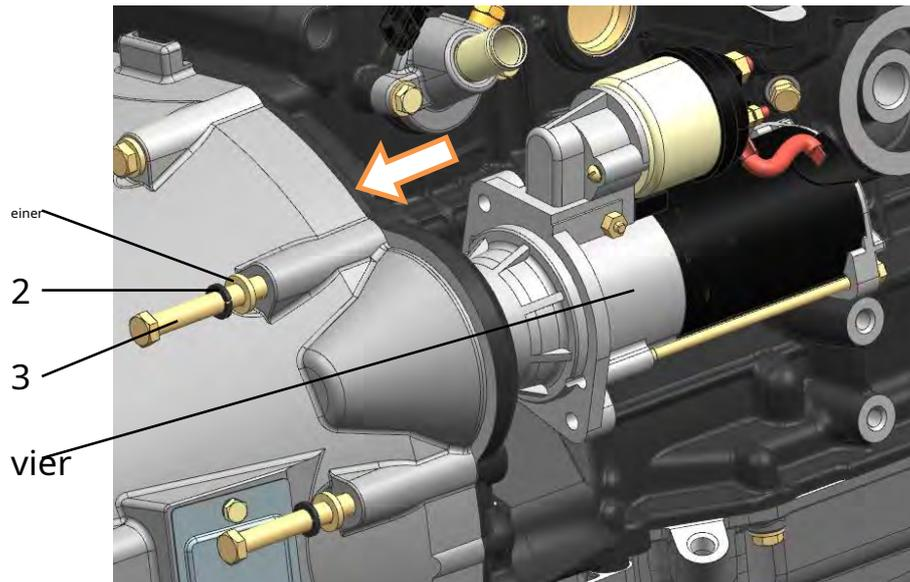

Abb. 219. Starter-Installation:
**Sechszehn.** Montieren und sichern Sie den Anlasser 4 (Abb. 219) durch Anziehen der Befestigungsschrauben 3 mit Flach 1 und Federscheiben 2 mit einem Drehmoment von 43,1 ... 54,9 N m (4,4 ... 5,6 kgf · m).